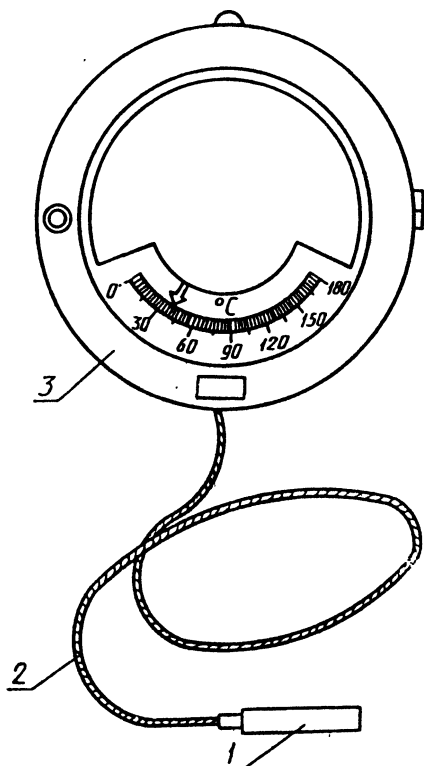

Рис. 11.14
Этих недостатков лишены жидкостные манометрические термометры. Они просты, прочны, надежны и позволяют передавать показания на расстояния правда, ограниченные длиной капилляра. Манометрический жидкостный термометр (рис. 11.14) состоит из стального термобаллона (1),